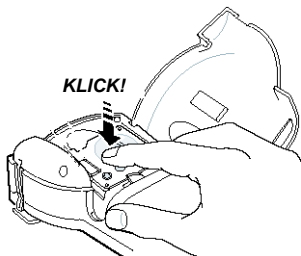

Abbildung 6
4. Legen Sie die Kassette so ein, dass sich Etiketten- und Farbband zwischen dem Druckkopf und der Andruckrolle befinden. Siehe Abbildung 6.